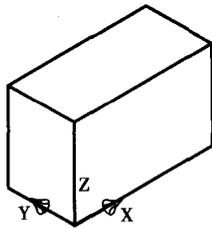

图 1.10 连结两矩形对应的各顶点
- ④ 用直线分别连结两矩形对应的各顶点。为了充分体现立体效果, 删除不必要的线, 如图 1.10 所示。